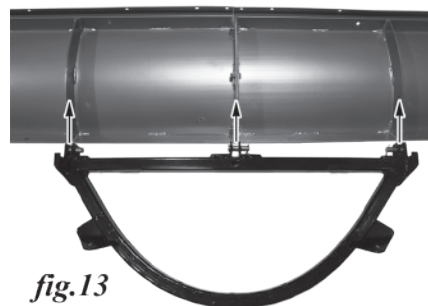
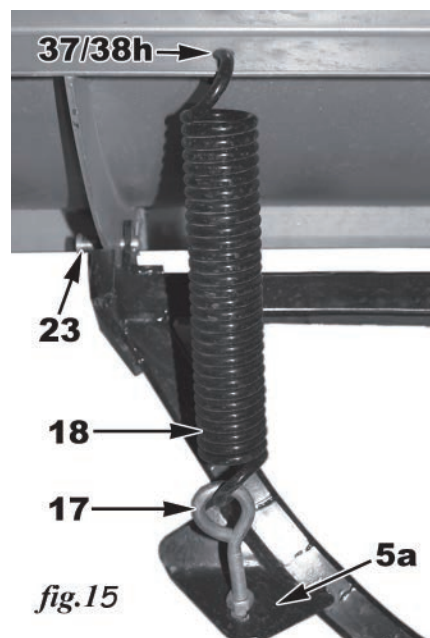

fig.13
fig.15
11. Aligner les 3 points de fixation du cadre D avec les deux nervures centrales verticales de chaque panneau de lame ainsi que le double, rejoint nervures verticales dans le milieu de la lame (fig.13). Insérez les goupilles pour chaque point de fixation des nervures verticales sur l'arrière de la lame. Fixer les goupilles (23, fig.15) en place avec broches fendues (cotter pin) et plient afin qu'ils soient sécurisées en place.
14. Accrochez les ressorts de rappel (18, fig.15) dans les trous des arêtes à l'arrière de chaque panneau de lame de déneigement (37 / 38h, fig.15). Fixer les ressorts à l'angle des plaques sur le cadre D (5a, fig.15) en utilisant pour chacun boulon à œil de grade 8.8, M12 (17, fig.15), et l'écrou M12, 2 rondelles 12 mm et un écrou M12 Nylock.